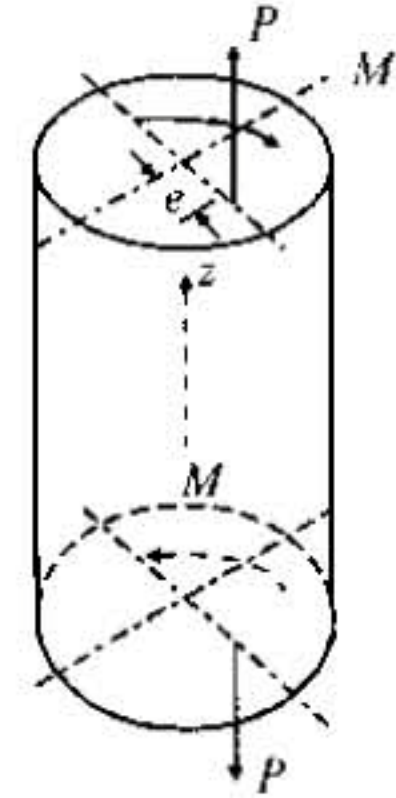

图 5
7. 如图 5 所示圆柱，承受偏心拉力  $P$  和扭转力偶矩  $M$ 。已知：扭转力偶矩  $M$ 、圆柱直径  $d$ ，材料的弹性模量  $E$  和泊松比  $\mu$ ，至少用几个应变片并应如何布置，才能求出拉力的大小和偏心距？